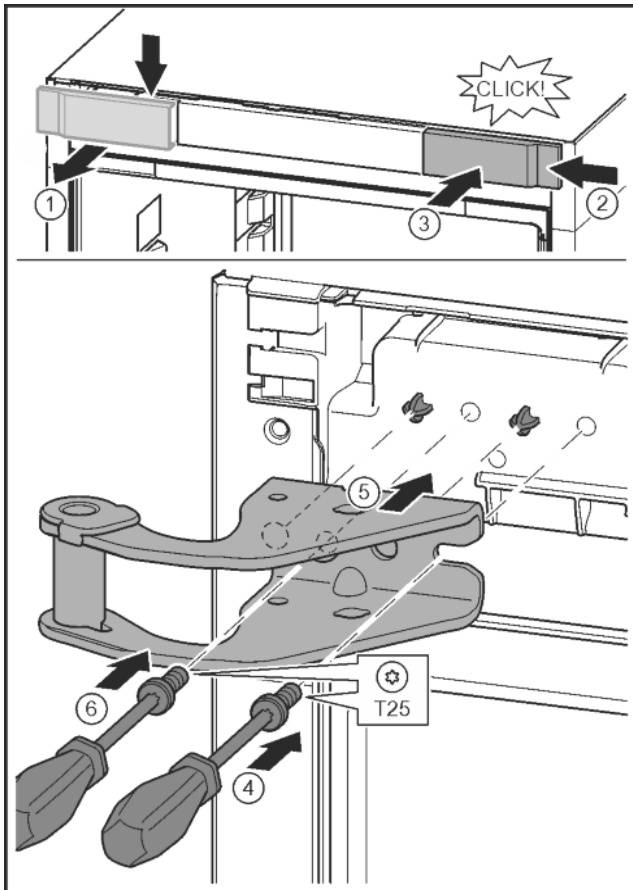

Fig. 10
- ▶ Abdeckung lösen und seitlich abnehmen. Fig. 10 (1)
- ▶ Abdeckung um 180° gedreht auf der anderen Seite von rechts einhängen. Fig. 10 (2)
- ▶ Abdeckung einrasten. Fig. 10 (3)
- ▶ Schraube mit Schraubendreher T25 ansetzen. Fig. 10 (4)
- ▶ Oberen Lagerbock ansetzen. Fig. 10 (5)
- ▶ Schraube festdrehen. Fig. 10 (4)
- ▶ Schraube mit Schraubendreher T25 einsetzen und festdrehen. Fig. 10 (6)